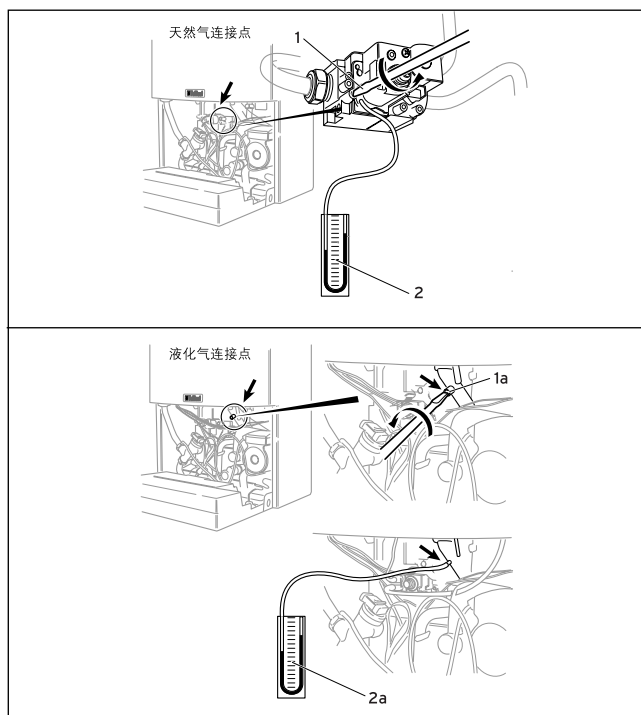

图9.2 检测燃烧器压力
9.3 安装压力计，检测燃烧器压力(参见图9.2)
- 按图9.2所示将燃气压力计连接至壁挂炉燃烧器压力检测点；